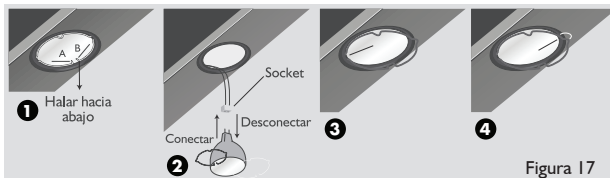

Figura 17
- 4 Para desmontar la lámpara de la campana se deben unir las puntas A y B del alambre y luego halar hacia abajo (Figura 17, numeral 1).
- 5 Desconecte la lámpara del socket halándola hacia abajo y al cable en dirección opuesta, teniendo cuidado de hacerlo desde el socket. (Figura 17, numeral 2).
- 6 Para conectar la lámpara nuevamente asegúrese de introducir los pines o terminales en los Orificios del socket. (Figura 17, numeral 2).
- 7 Después de haber instalado nuevamente la lámpara en el orificio de la campana asegúrela introduciendo una de las puntas de la sujeción del alambre en las ranuras de la campana como lo indica la flecha en este gráfico. (Figura 17, numeral 3).